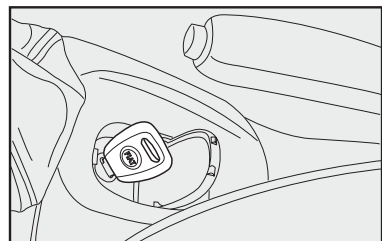

fig. 78
**A** - Airbag lado do passageiro ativado: (posição **ON A-fig. 78**) com luz-espia no quadro de instrumentos apagada.
**B** - Airbag do lado do passageiro desativado: (posição **OFF B-fig. 78**) com luz-espia no quadro de instrumentos acesa.